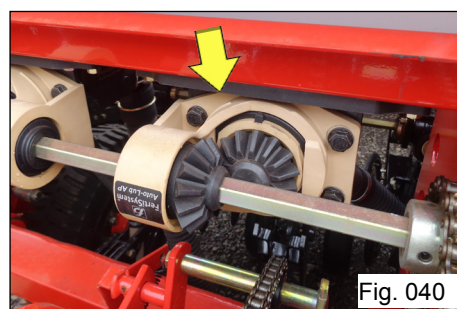

Fig. 040
**Observe o lado de montagem do pinhão (Fig. 040) do distribuidor de fertilizantes, existe um que é montado invertido em relação aos outros (específico para rosca esquerda).**